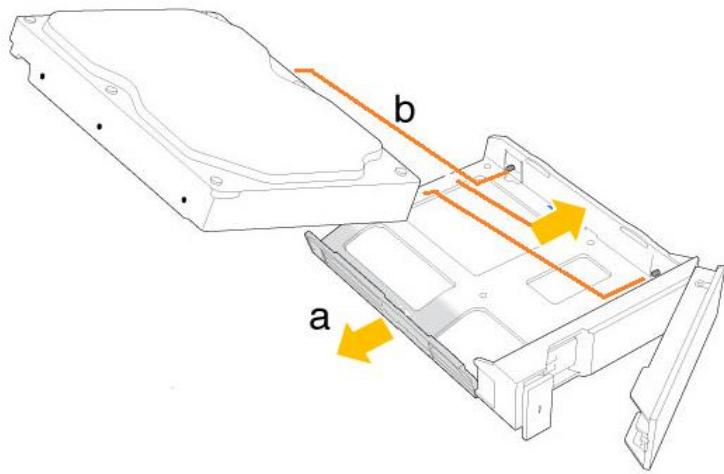

Рисунок 101 - Закрепите жесткий диск в лотке двумя штырьками
4.1) Чтобы установить жесткий диск в пустой лоток, осторожно отодвинуть левый край и закрепить жесткий диск двумя расположеными справа штырьками (см. Рисунок 101).